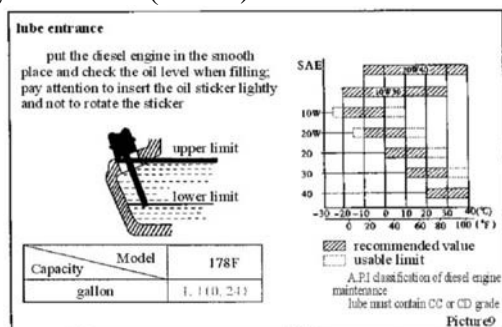

Рис. 4
4) Выберите масло для дизельного двигателя в соответствии с производственными условиями (Рис. 4).